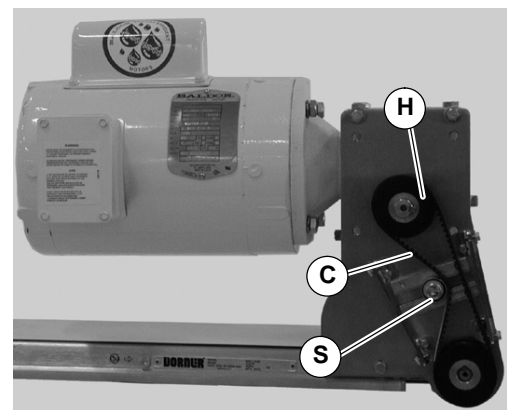

Abbildung 22
2. Spannvorrichtung (S siehe Abbildung 22) lösen.
HINWEIS: Falls Antriebszahnscheibe (H auf Abbildung 22) ersetzt wird, Zahnriemen um Antriebszahnscheibe legen und Schritt 3 ausführen.